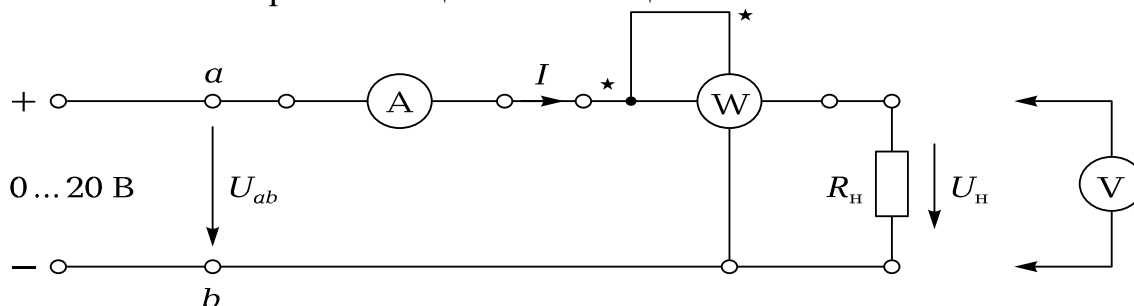

Рис. 1.1. Схема ЭЦ для проверки основных параметров электроизмерительных приборов
3.2. Собрать ЭЦ в соответствии с рис. 1.1. В качестве нагрузки использовать резистор R_1 платы стендовой панели. Подключить ЭЦ к регулируемому источнику постоянного напряжения $U = 0 \dots 20$ В.